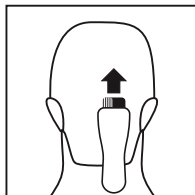

Figura 7
- Mudar para o pente que produz cortes mais longos, **9 mm** ou **12 mm** e cortar os cabelos da parte de trás da cabeça (**Figura 7**).